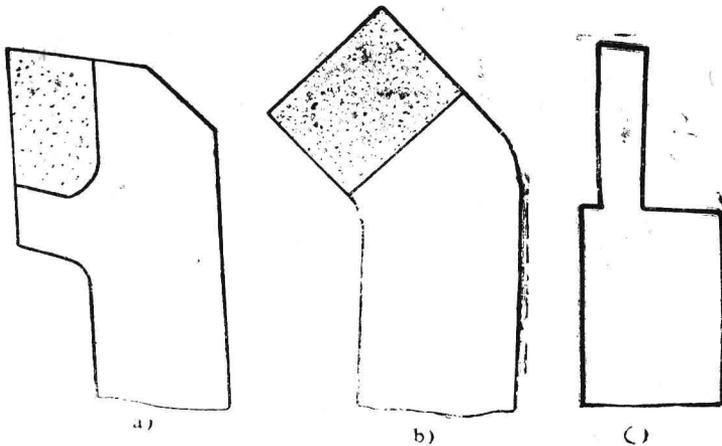

图 2  $90^\circ$ 外圆车刀、 $45^\circ$ 弯头车刀
10. 按图 2 所示的 $K\gamma = 90^\circ$ 的外圆车刀、 $K\gamma = 45^\circ$ 的外圆弯头车刀、 $K\gamma = 75^\circ$ 的内孔车刀及 $K\gamma_{左} = 75^\circ$ 的切断刀, 画出各车刀的主剖面标注系及法剖面标注系的参考平面, 及其相应的几何角度, 并指出各刀具的前面、后面、副后面, 主、副刀刃及刀尖的位置。